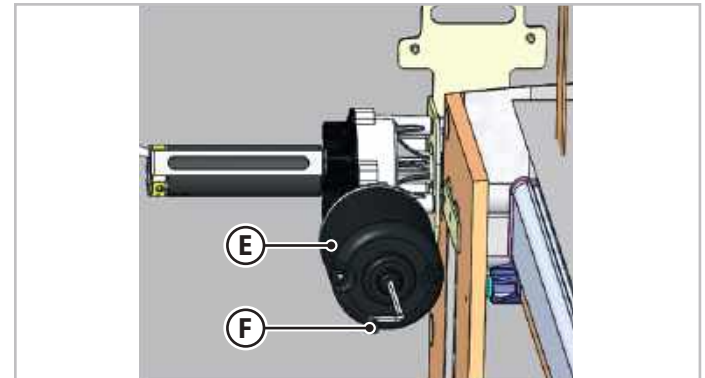

Fig.6.17 - Débloccage électrique du lit type B
2. Au bas du moteur (**E** - Fig.6.17), insérer la clé Allen (**F** - Fig.6.17) dans son logement pour le mouvement manuel.